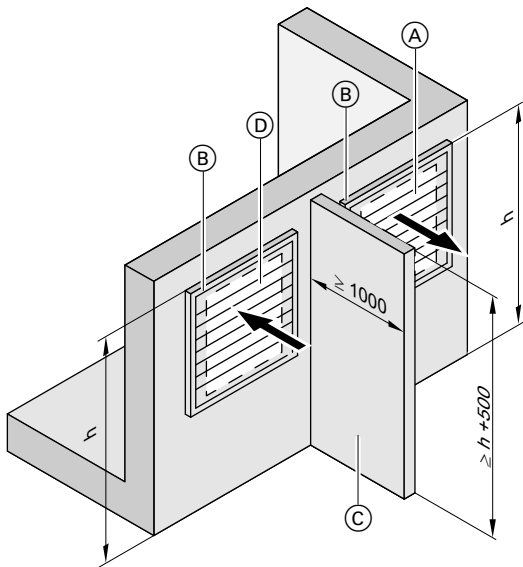

Abb.7
- ⓐ Trennwand (falls erforderlich): Siehe folgende Tabelle und Abb. 7, 8.
- Ⓞ Trennwand (falls erforderlich): Siehe folgende Tabelle und Abb. 7, 8.